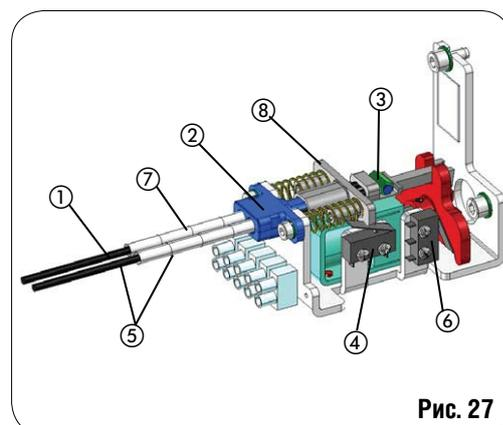

Рис. 27
- Проложите кабель (рис. 27 поз. 1) внутри элемента 2, подвинув оболочку к месту контакта (рис. 27 поз.7).
- Вставьте кабель в зажим (рис. 27 поз. 3).
- Отпустите рычаг, повернув его на 90°, и проверьте, работает ли расцепитель. Также проверьте, приводит ли рычаг в действие микропереключатель (рис.27 поз. 4) открытия дверей.